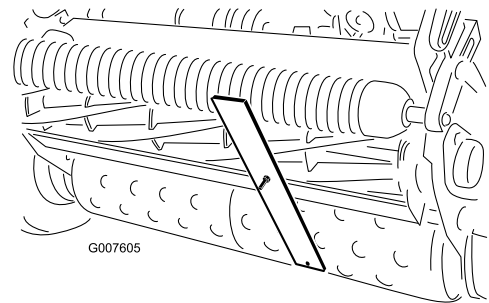

Figure 43
4. Accrochez la tête de la vis sur le bord tranchant de la contre-lame et appuyez l'arrière du gabarit contre le rouleau arrière (Figure 43).